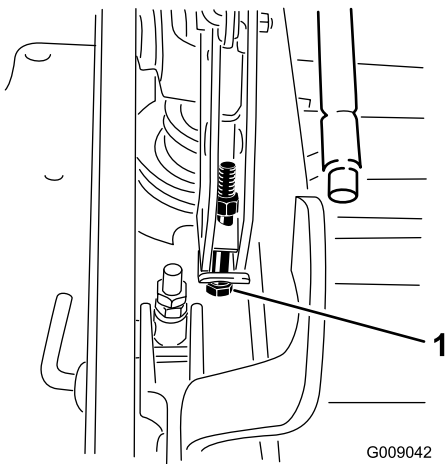

**Figura 93**
- 11. Para ajustar el sistema de ajuste de un solo punto, afloje los 2 pernos situados cerca del borde inferior de la pletina de altura de corte (Figura 93).
13. Apriete los 2 pernos en el borde inferior de la pletina de altura de corte (Figura 93).